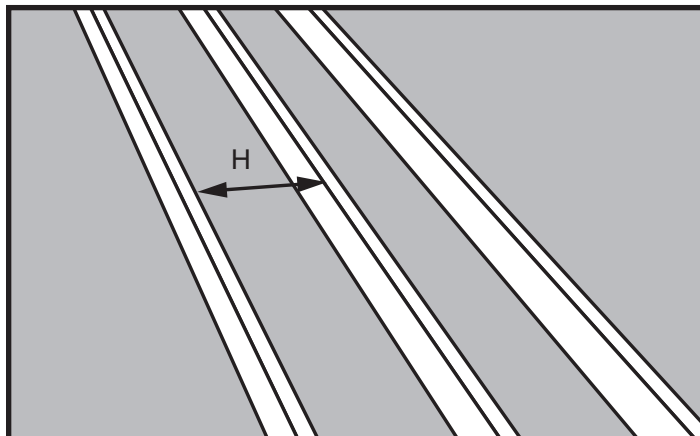

Figura 11
- PASO 1.** Mida la longitud "H" del cabecero entre las vigas (vea la Figura 11).